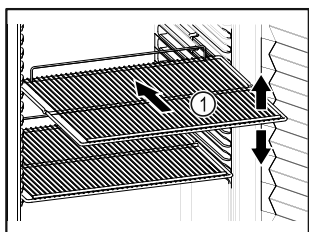

Fig. 57
- ☐ Indien de legroosters Fig. 57 (1) verplaatsbaar zijn, deze aan de hoogte aanpassen.